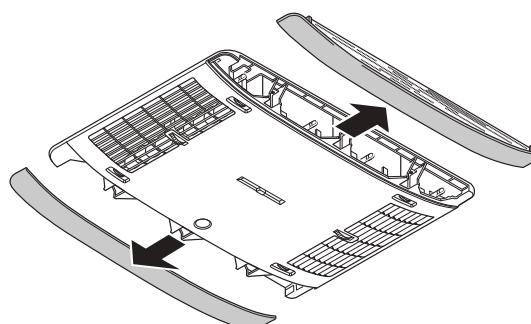

Fig. 38
- Retirar ambos paneles laterales del distribuidor de aire (Fig. 38).